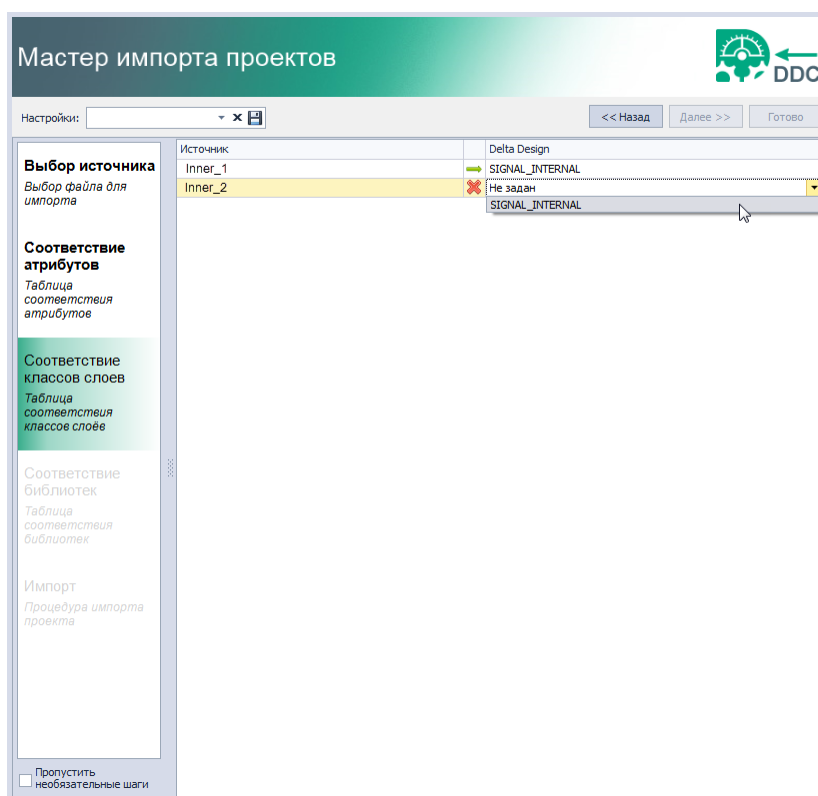

Рис. 67 Установка соответствия классов слоев
8. Выполните соответствие классов слоев, Рис. 67.